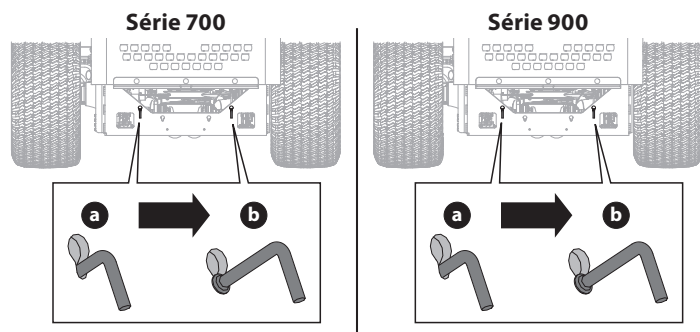

Figure 42
1. Pour engager les tiges de dérivation de la transmission, tirez la tige (a) vers le haut dans l'ouverture la plus large de la fente de la clé, puis tirez vers l'arrière jusqu'à ce que le collier de la tige passe à travers le cadre (Figure 42).
2. Redescendez la tige dans la petite ouverture de la fente de la clé, en veillant à ce que le collier soit fixé à l'extérieur du cadre (b). Répétez de l'autre côté (Figure 42).